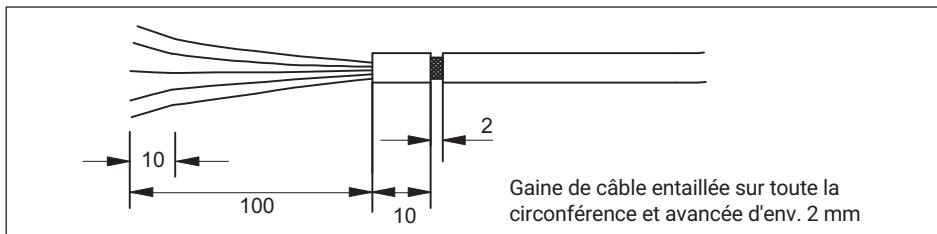

Fig. 8.1 Gaine de câble entaillée
1. Le blindage est accessible par une gaine de câble entaillée (*cf. Fig. 8.1*).